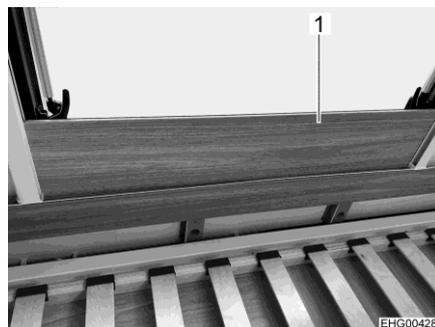

Fig. 176 Protección contra caídas (ventana)
- Insertar protección contra caídas (Fig. 176,1) entre el riel guía de persiana y el marco de la ventana.